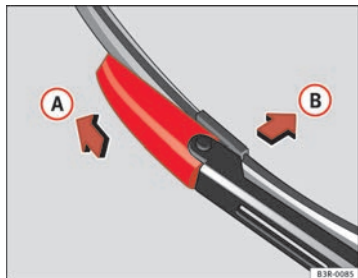

Fig. 181 Extraer la escobilla
- Desplace el elemento de bloqueo de la escobilla en la dirección de la flecha ⇒ fig. 181 (A). Aguante al mismo tiempo la escobilla.
- Saque la escobilla (B) del alojamiento del brazo del limpiaparabrisas.